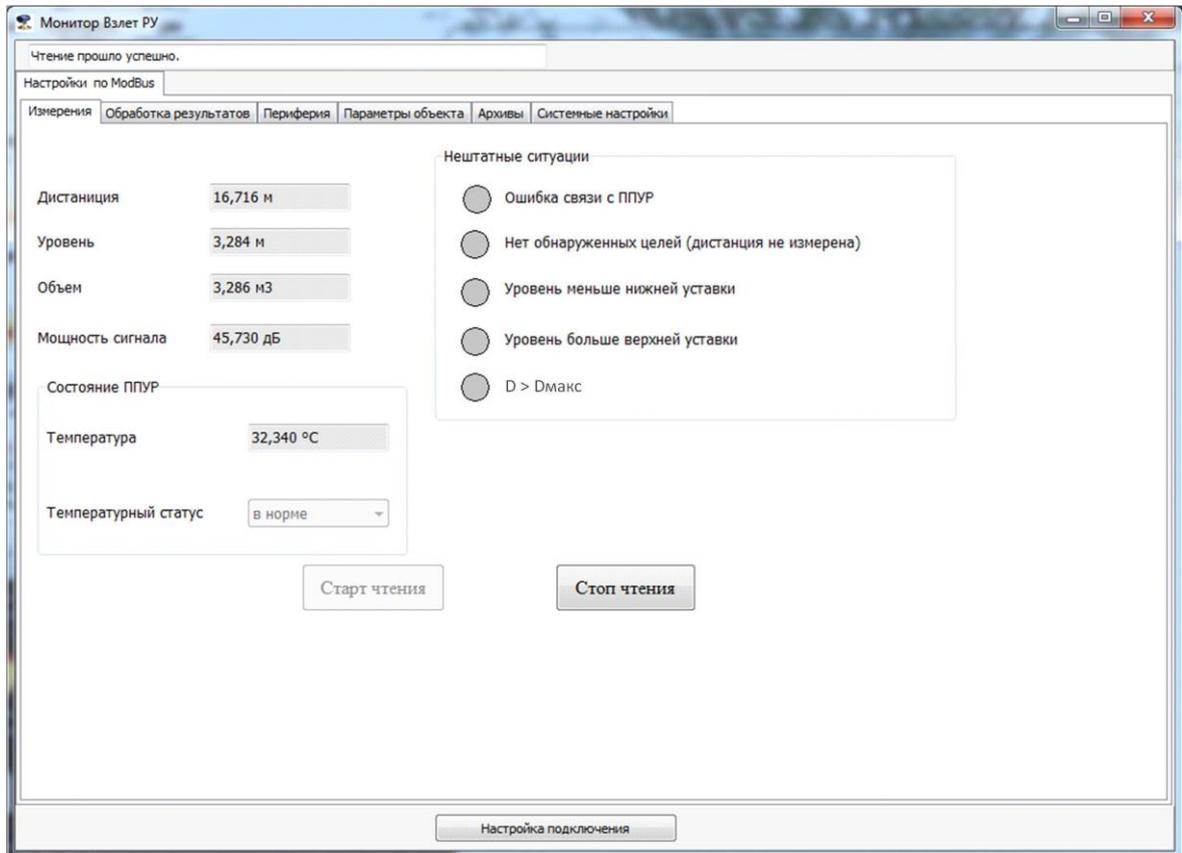

Рисунок 31 – Вкладка «Измерения»
8.1.1 Введенный в эксплуатацию уровнемер работает непрерывно в автоматическом режиме. Текущие значения измеряемых параметров отображаются на вкладке **Измерения** основного окна программы «Монитор Взлет РУ» (см. рисунок 31) после нажатия кнопки «**Старт чтения**».